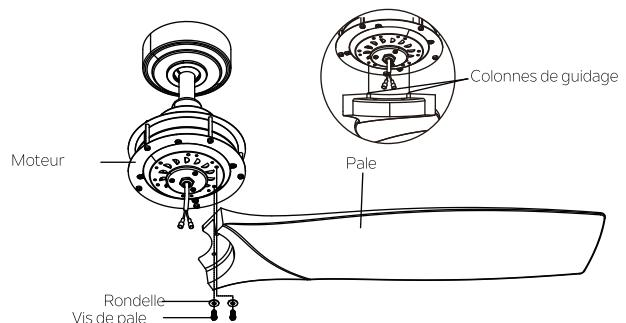

Fig. 17
Étape 1. Fixez sans serrer la pale au moteur avec les rondelles et les vis que vous trouverez dans le sac de matériel pour la fixation des pales. Serrez ensuite pour fixer une fois que deux vis sont installées.(Fig.17)
REMARQUE: Les colonnes de guidage sont installées sur la pale pour faciliter l'alignement de la pale avec le moteur.(Fig.17)